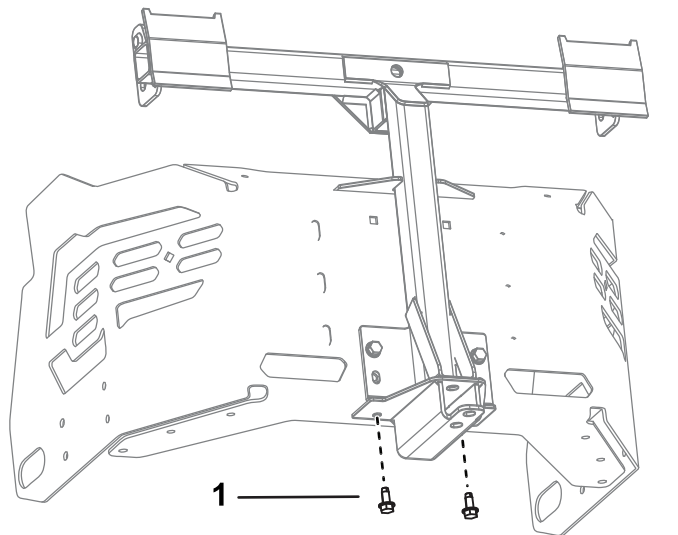

**Figura 17**
7. Instale a extremidade grande, dobrada de uma barra na ranhura na estrutura do lado esquerdo da máquina e mova a barra para trás para a encaixar na estrutura (Figura 17).
8. Insira as extremidades dobradas das barras na montagem do acessório como se mostra na Figura 17 e prenda a extremidade de cada barra com uma anilha e perno do gancho.